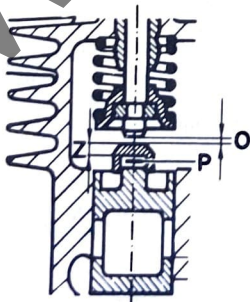

Bild 5
Ventilspiel (O, Bild 5) mit einer Fühlerlehre zwischen Ventilschaft und Stößelkopf messen. Der Stößel muss auf unterem Totpunkt stehen ; d.h. das Ventil muss geschlossen sein. Die Stößelköpfe gibt es in verschiedenen Bodendicken (Z), in Abstufungen von 0,20 mm. Bei Bestellung gewünschte Bodendicke (Z, Bild 5) angeben. Ferner gibt es noch Ausgleichscheiben (P) 0,1 mm dick. Durch Auswechseln der Stößelköpfe und Belegen einer evt. erforderlichen Ausgleichscheibe (P) wird das Ventilspiel eingestellt.